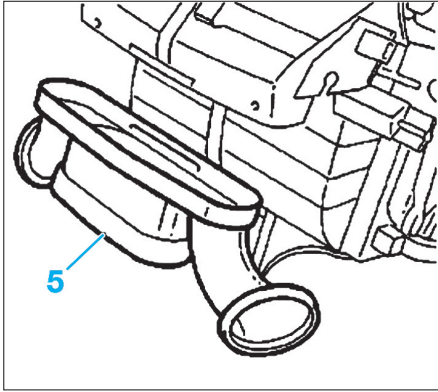

Fig. 26
- Déposer les rivets de fixation du répartiteur d'air (5), puis le déposer (Fig.26).